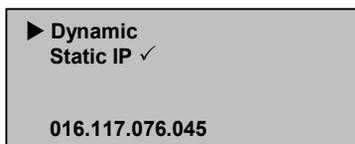

Figura 25: Impostazione dell'opzione Dynamic IP
7. Scorrere fino a Static IP (Indirizzo IP statico) Vedere la Figura 25.